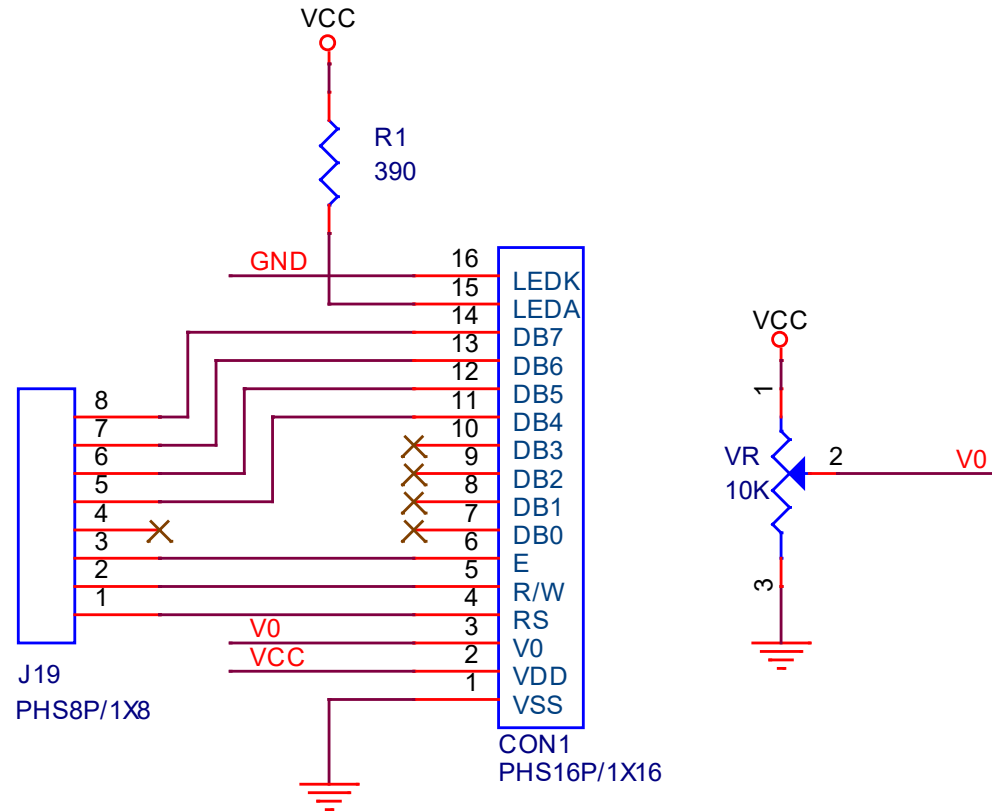

Figure 15. 텍스트 LCD 모듈
(7) 텍스트 LCD 모듈 회로
- 앞서 설명한 텍스트 LCD 모듈의 회로도 <Figure 15>처럼 마이크로 컨트롤러와 텍스트 LCD 모듈은 제어 핀을 제외하고 물리적으로 4비트 데이터 버스를 사용함